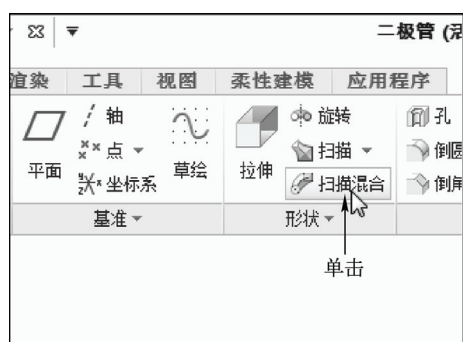

图 6-74 单击“扫描混合”按钮
STEP 02 在功能区选项板的“模型”选项卡中，单击“形状”面板中的“扫描混合”按钮, 如图 6-74 所示。